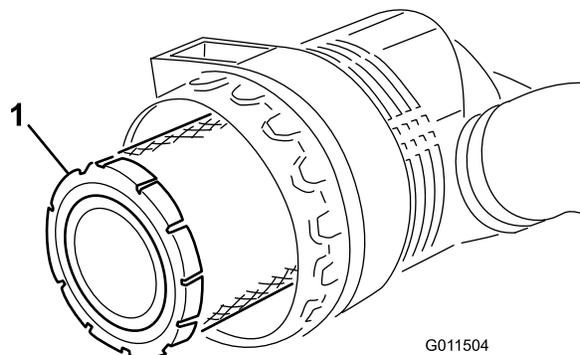

Bild 54
3. Entfernen und wechseln Sie den Hauptfilter aus (Bild 54).